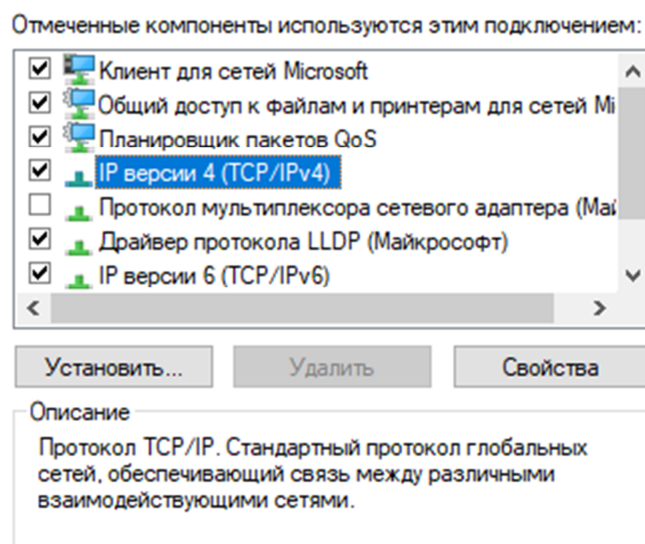

Рис. 1.2. Свойства сетевого подключения
- 1.2.3. Выделите компонент «IP версии 4» и нажмите кнопку «Свойства» (см. рис. 1.2).